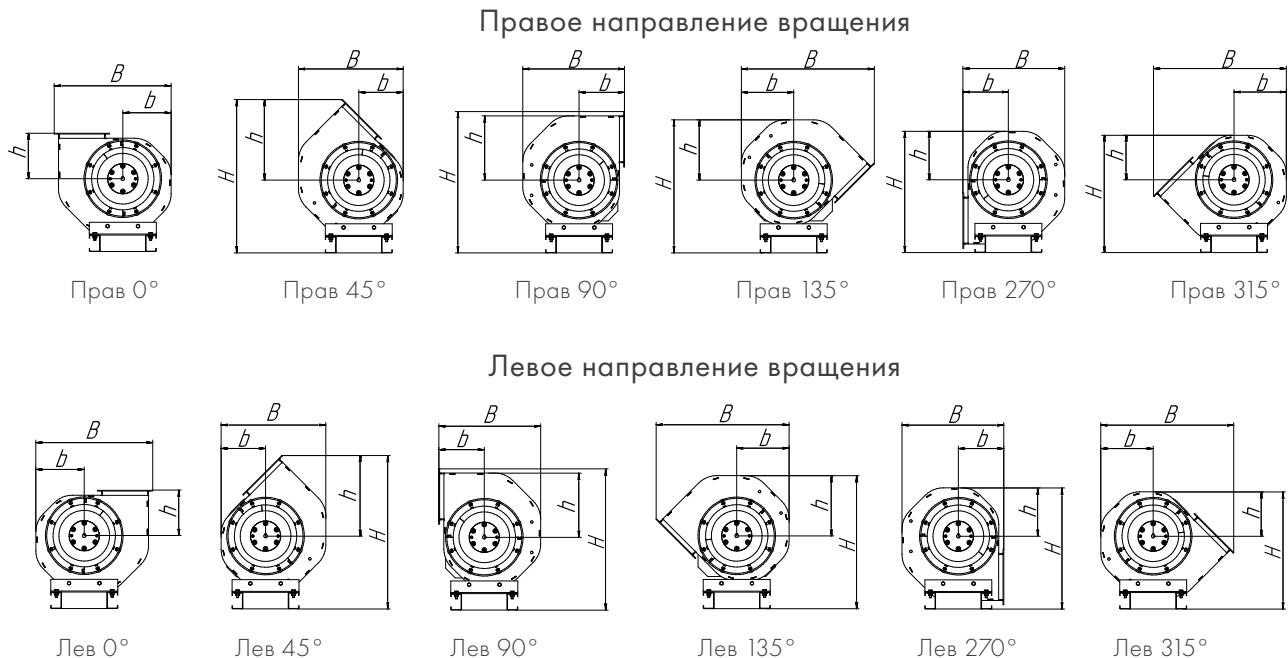

Рисунок 12 – Направление вращения и углы разворота спирального корпуса
- Углы поворота отсчитывают по направлению вращения рабочего колеса (Рисунок 12):